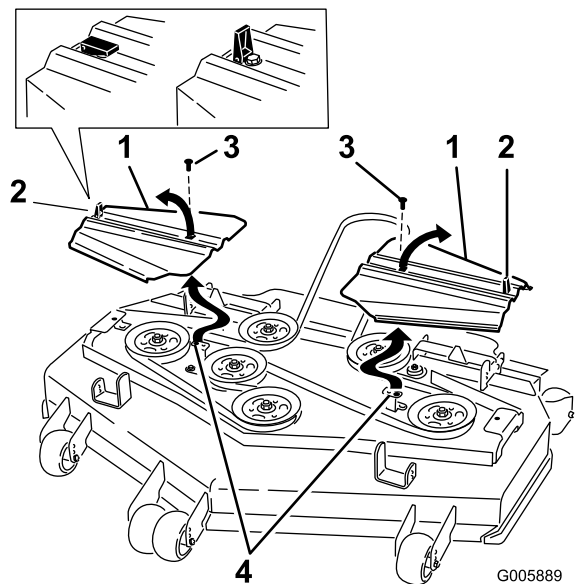

Figura 52
12. Montate i copricinghia inserendo le linguette nelle fessure. Montate il coperchio e chiudete i fermi (Figura 52).